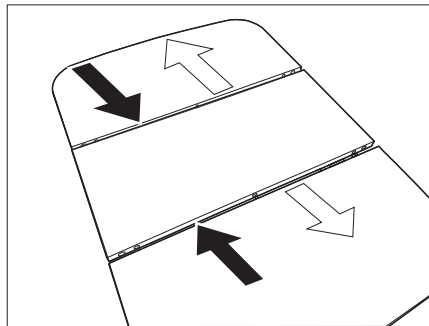

Bild 112 Tisch absenken
- Die Außenteile des Tisches auf das Mittelteil schieben (Bild 112 - schwarze Pfeile).
- Die Außenteile des Tisches auseinander ziehen (Bild 112 - weiße Pfeile).